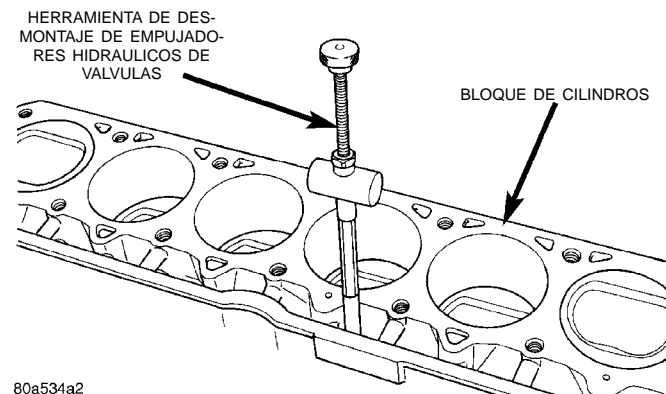

Fig. 37 Desmontaje de empujadores hidráulicos de válvulas — herramienta de instalación
(1) Retire la culata de cilindros del motor (consulte desmontaje e instalación de culata de cilindro en esta sección).
(2) Retire las varillas empujadoras.
(3) Retire los empujadores a través de las aberturas de las varillas empujadoras de la culata de cilindros, con una Herramienta de desmontaje/instalación de empujadores hidráulicos de válvulas (Fig. 37).